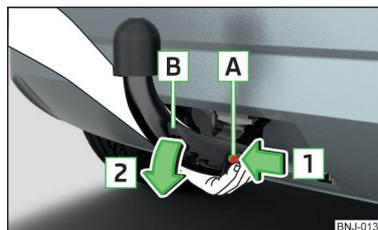

Fig. 160
- Segure o gancho de reboque pelo lado de baixo » Fig. 160.